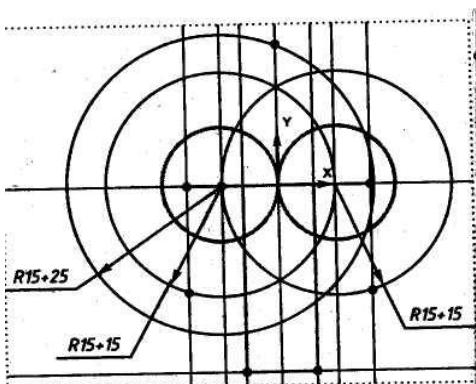
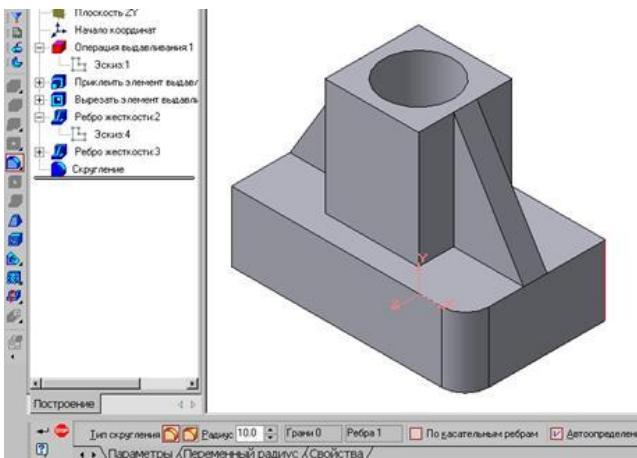

Рисунок 46
Рисунок 60 - Построение скругления ребер
5. На панели инструментов выбираем по очереди команды Ввод вспомогательной горизонтальной прямой и Ввод вспомогательной вертикальной прямой, проводим через начало системы координат окна документа (команда  $<\text{Ctrl}>+<0>$  на цифровой клавиатуре). Нажмите  $<\text{Enter}>$  (см. рис.46).
6. С помощью параллельных вспомогательных прямых по команде Ввод вспомогательной параллельной прямой на панели инструментов строим каркас нашей детали (оранжевый цвет) относительно прямых, полученных на рис. 46, по размерам, указанным на рис. 60. Размеры для параллельных прямых вводим в окне **ds** «строки параметров» по команде  $<\text{Alt}>+<s>$ .
детали, используем кнопку Скругление (рис.60), на панели свойств задаем радиус скругления 10 мм и указываем курсором ребро основания. Затем нажимаем кнопку Создать объект.